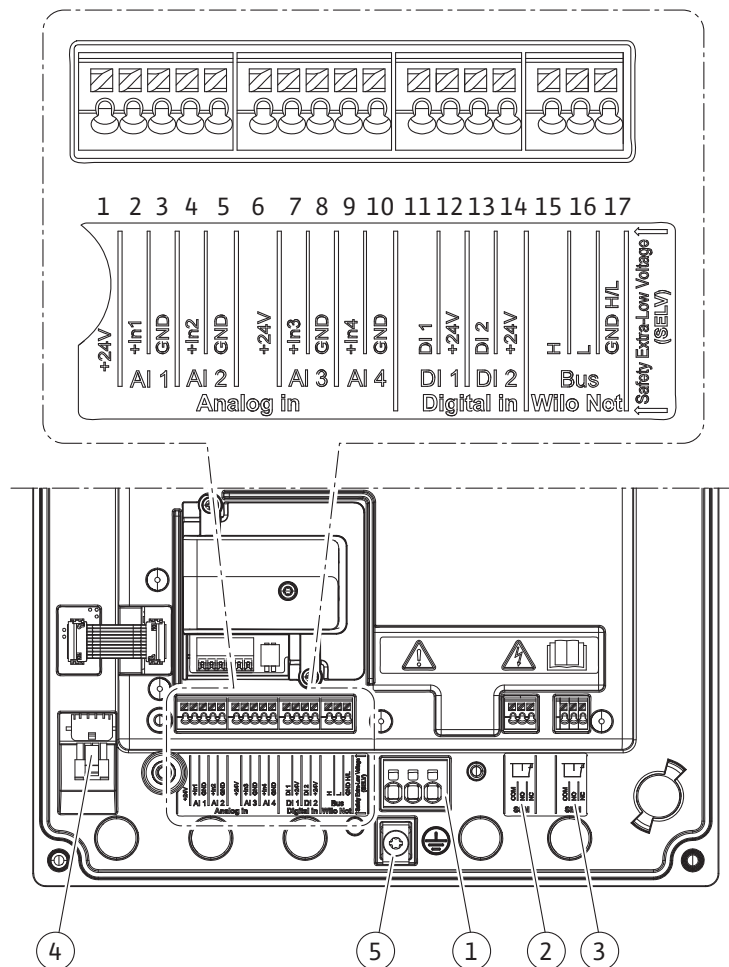
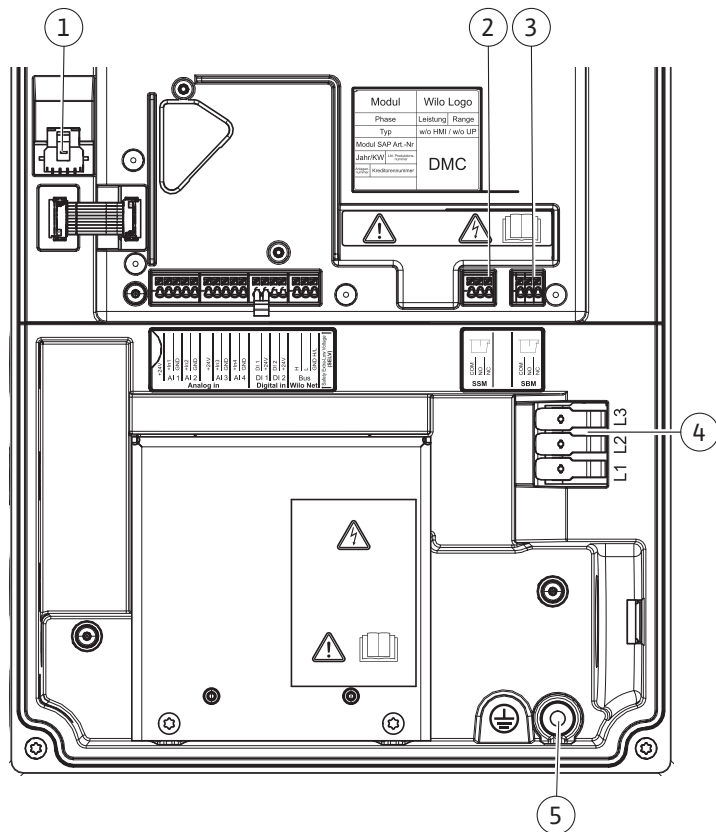

Fig. 23: Overzicht klemmen in de module (0,37 kW ... 7,5 kW)
Fig. 24: Overzicht klemmen in de module (11 kW ... 22 kW)
Netaansluiting (Fig. 23, pos. 1) (Fig. 24, pos. 4)
Aardingsschroef (Fig. 23/24, pos. 5)